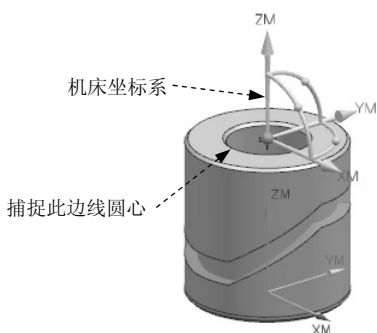

图 5.3.2 创建机床坐标系
(1) 在 MCS 对话框的 **机床坐标系** 区域中单击“CSYS 对话框”按钮 ，系统弹出 CSYS 对话框，在 **类型** 下拉列表中选择 **动态** 选项。
(2) 拖动机床坐标系的原点至如图 5.3.2 所示边线圆心的位置，单击 **确定** 按钮，此时系统返回至 MCS 对话框。